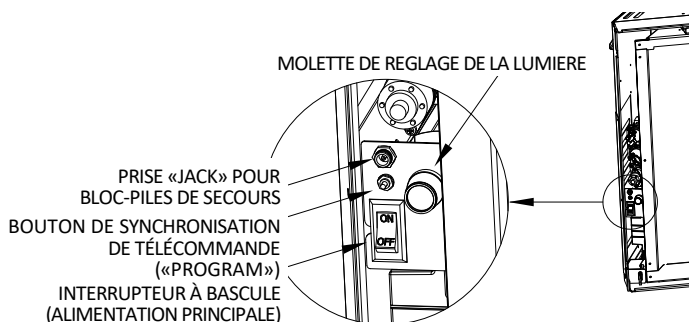

Figure 11.1 - Panneau du module de contrôle
- Voir les Figures 11.1 et 11.2 qui montrent où raccorder le bloc-piles de secours à la prise jack.